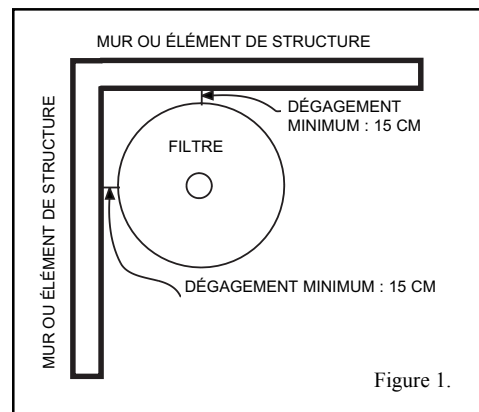

Figure 1.
3. Prévoir autour du filtre un dégagement suffisant pour permettre de vérifier visuellement que le collier de serrage est correctement installé (cf. figure 1).